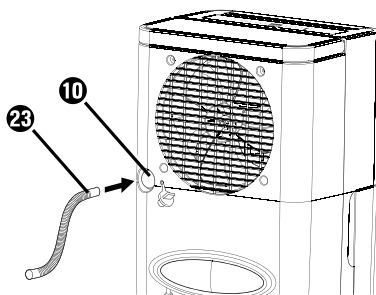

Fig. 4
- ◆ Retirez le bouchon ⑨ de l'orifice de sortie d'eau ⑩.
- ◆ Enfillez soit le flexible ②③ fourni soit l'adaptateur pour tuyau d'arrosage UE ②④ sur l'orifice de sortie d'eau ⑩ (voir les figures 4 et 5).